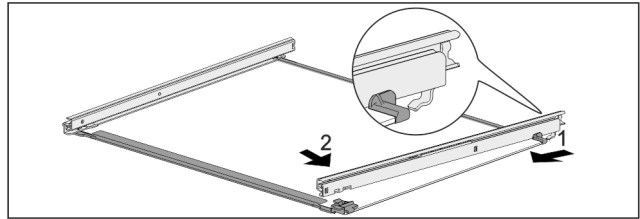

Fig. 121 Placa de vidrio con guías
- ▶ Enganche la guía por detrás. Fig. 121 (1)
- ▶ Encastre la guía por delante. Fig. 121 (2)